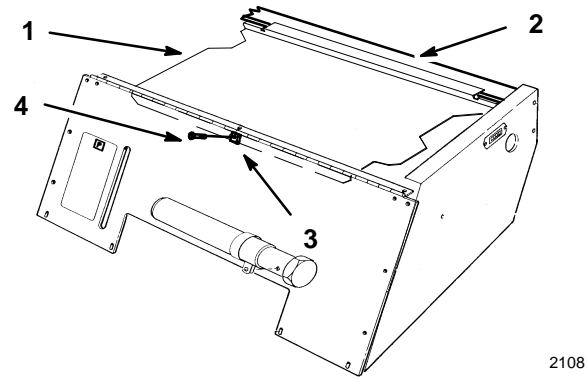

Abbildung 12
1. Den Sitz anheben und die mittlere Schraube entfernen (Abb. 12).
2. Den Rienschutz aus der hinteren Sperrlippe hinten in der Öffnung entfernen (Abb. 12).
3. Den Rienschutz herausheben (Abb. 12).
2. Die hintere Lippe des Rienschutzes hinten in der Öffnung verriegeln (Abb. 12).
3. Die mittlere Schraube in Schnellschlußmutter und Rienschutz anbringen (Abb. 12).